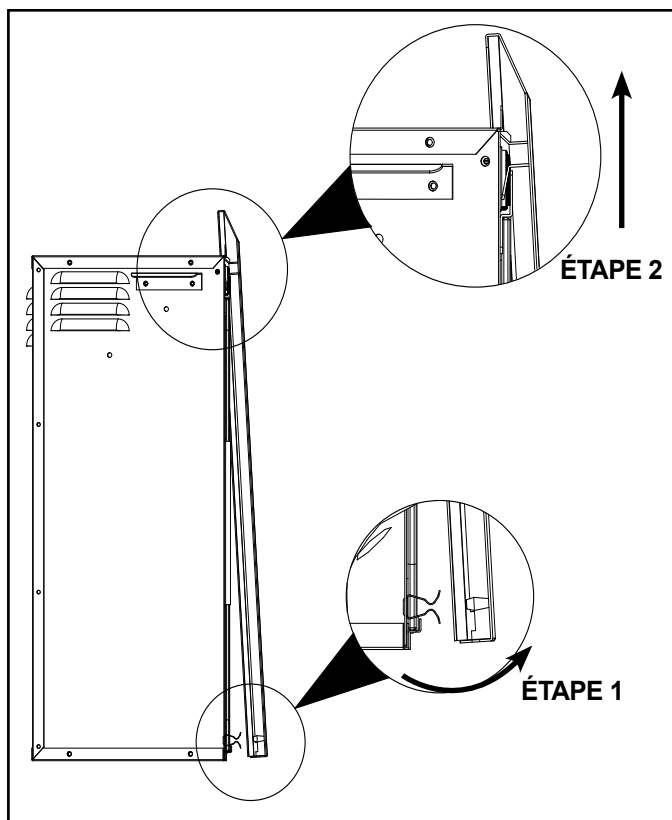

Figure 4.1
1. La façade décorative est expédiée fixée à l'appareil. Pour retirer la façade de l'appareil. Tirez sur la partie inférieure de la façade pour l'éloigner de l'appareil et la dégager des attaches à ressort. Voir figure 4.1.